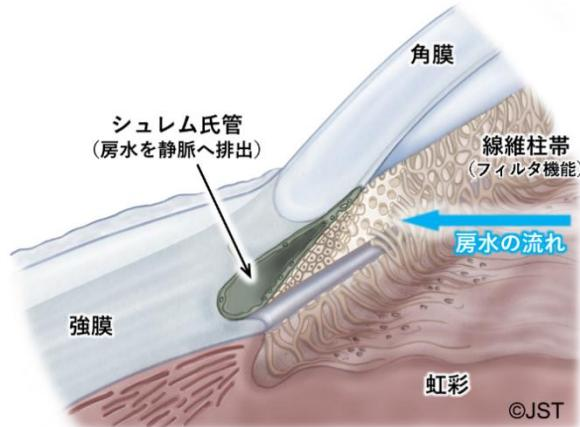

図1 ヒト眼球における角膜輪部（注9）
緑内障の発症と進行は、眼圧と密接な関係があります。眼圧は目の中を循環する液体である房水(注4)によって調節されており、房水は毛様体(注5)で產生され、隅角(注6)にある線維柱帯(注7)から排出されます。何らかの原因で排水不良が発生し、眼内圧が上昇すると、視神経を障害して緑内障を発症し、最悪の場合、失明する可能性があります。この排水不良を解消するための主な外科的治療として、線維柱帯切開術および線維柱帯切除術があります。これらは、基本的な手技として、臨床で多く採用されています。この手術において共通することとして、白目にあたる強膜の薄切り・縫合があります。図1に示すように、眼内に循環している房水の排出流路であるシュレム氏管(注8)を切り開き、フィルタ機能を呈する線維柱帯を切開・切除するため、強膜組織を薄切りして経路の確保を行う必要があります。
- (注6) 隅角:線維柱帯・シュレム氏管を含めた房水の流出路の場所で、図1に示す角膜と虹彩の間の空間。